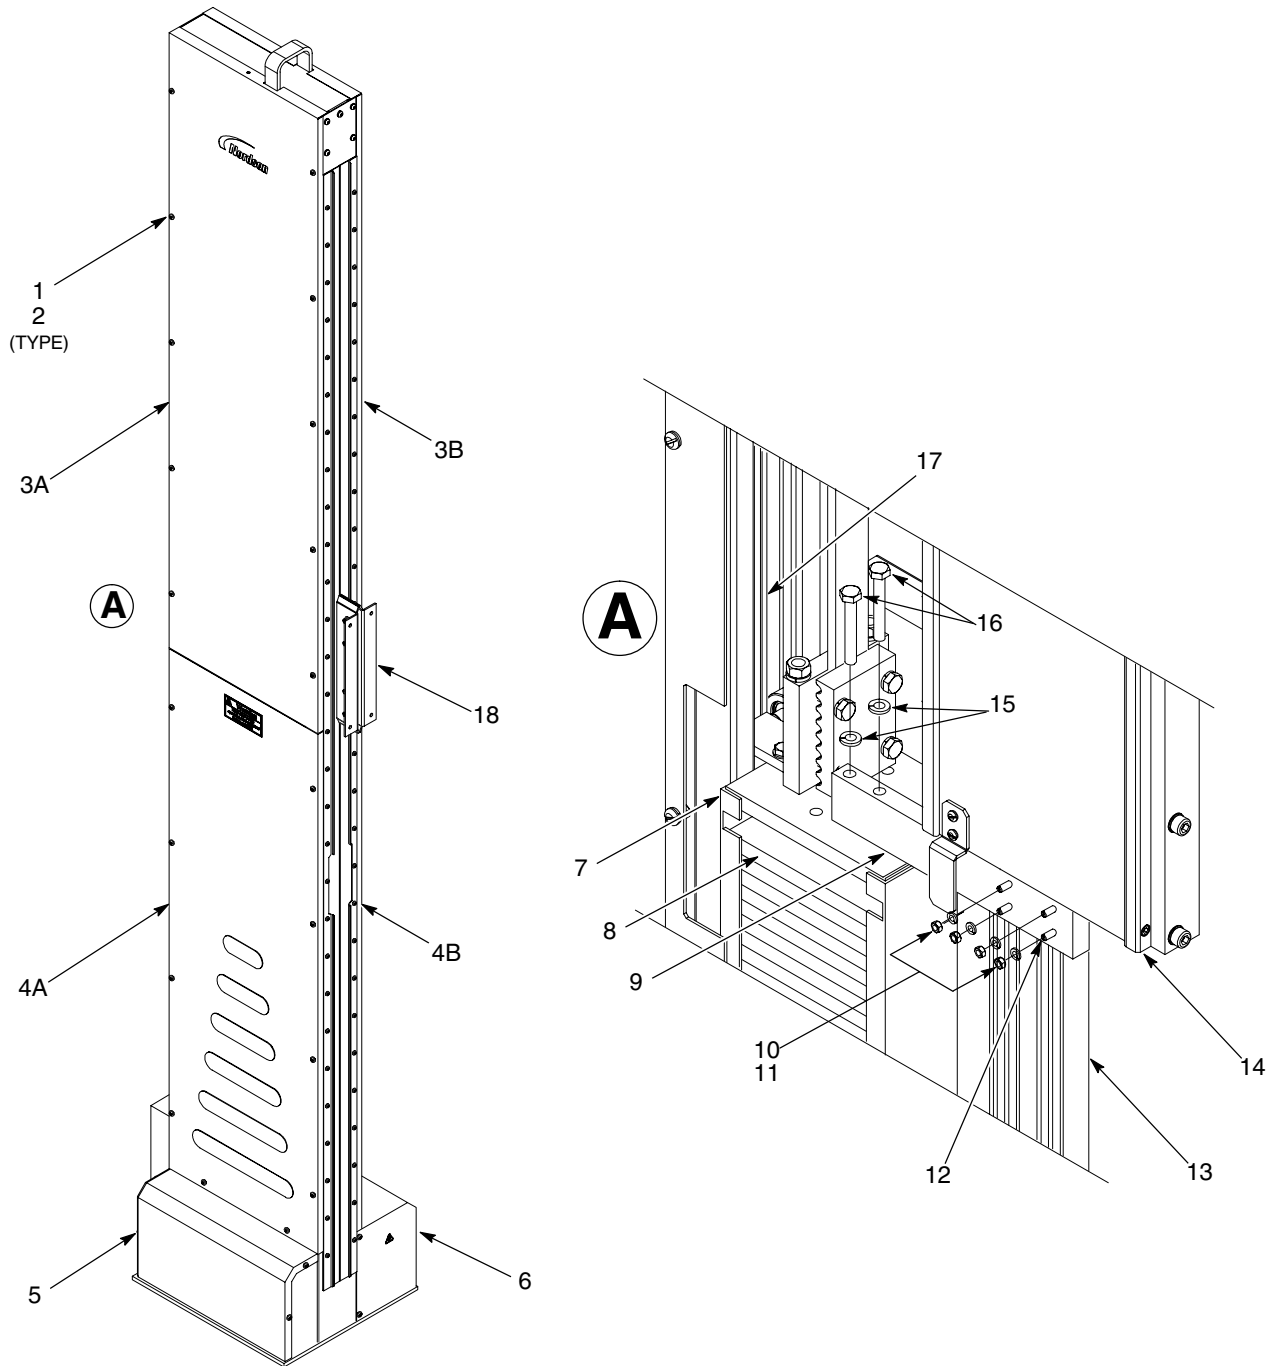
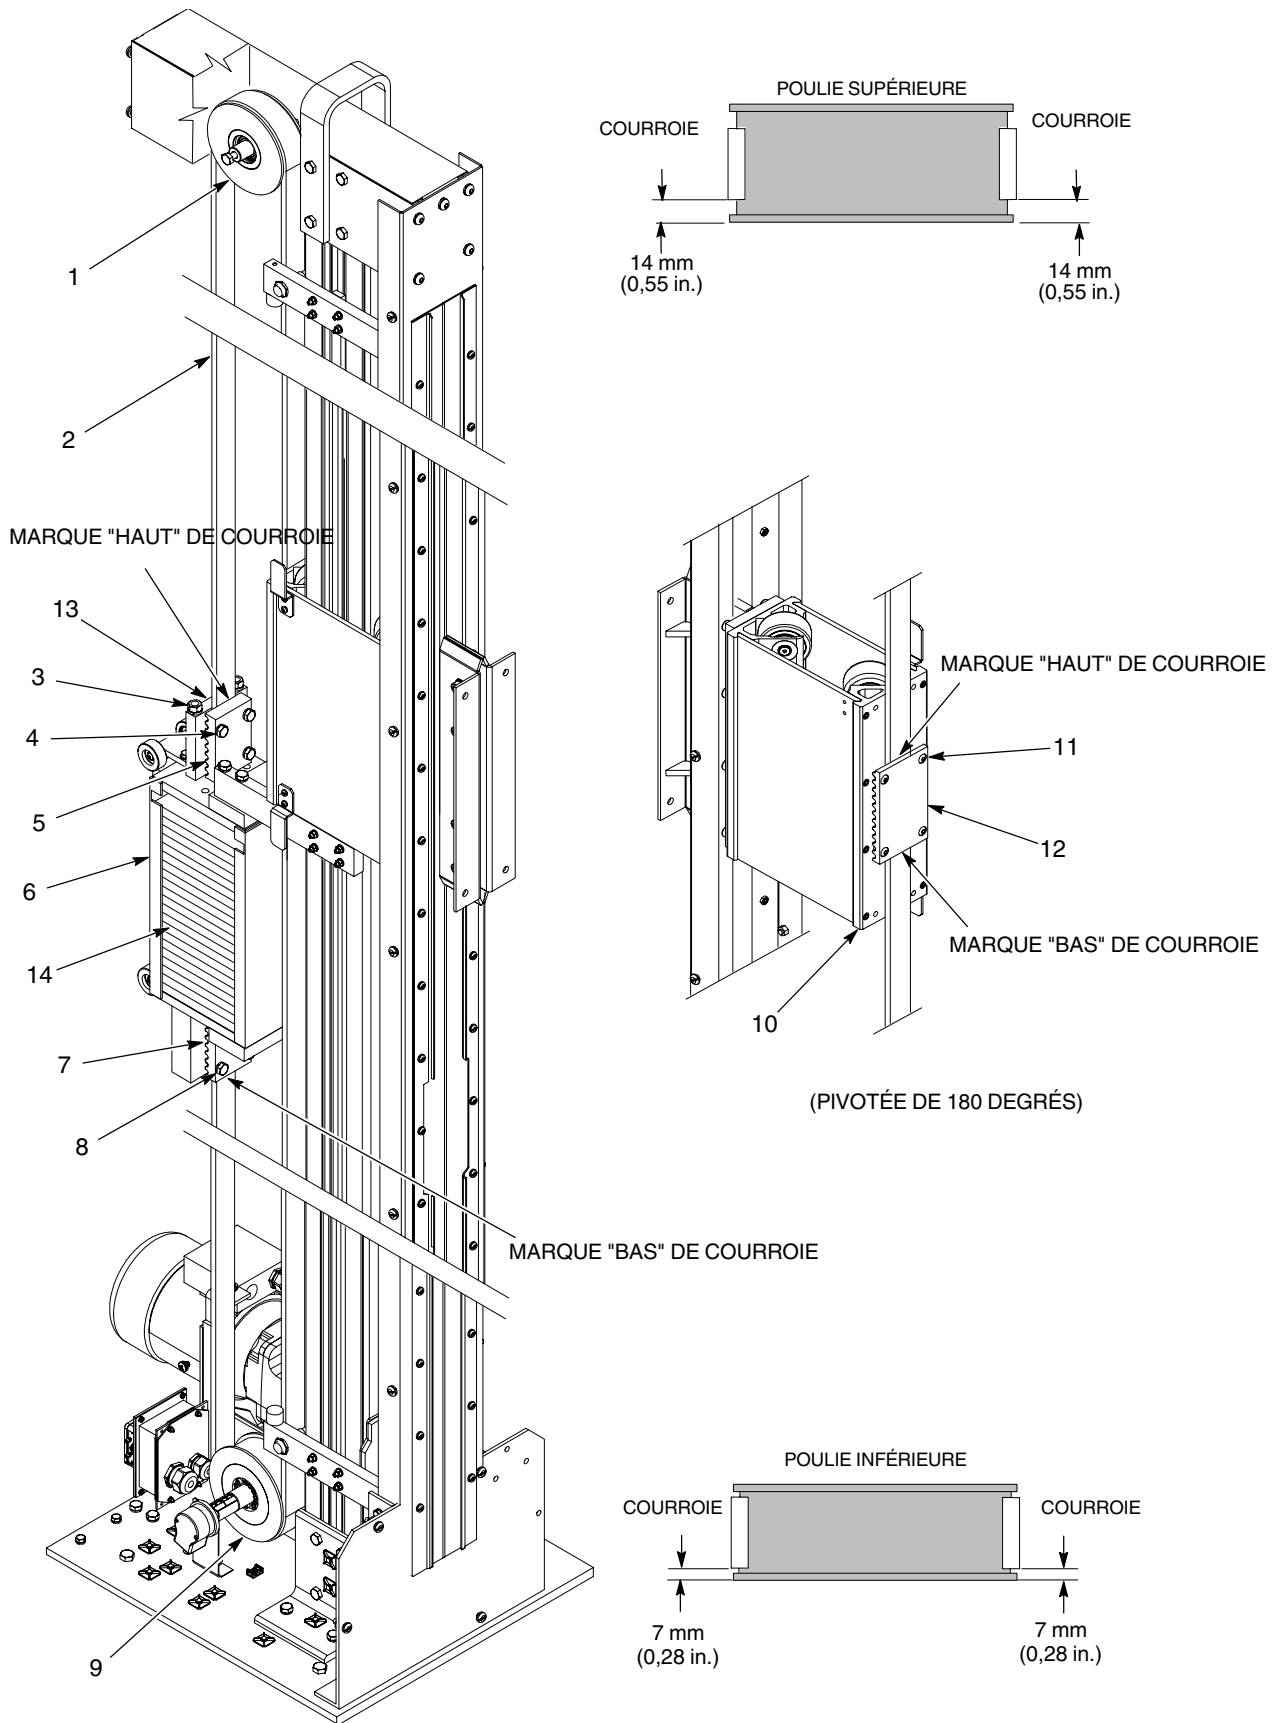
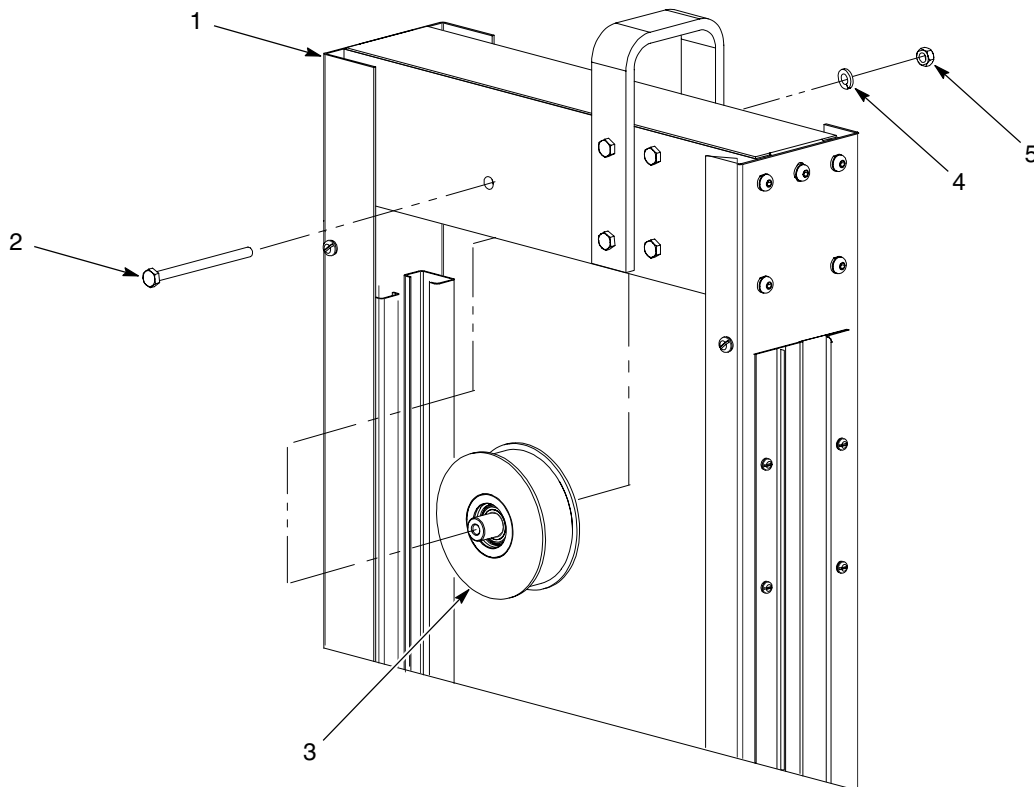
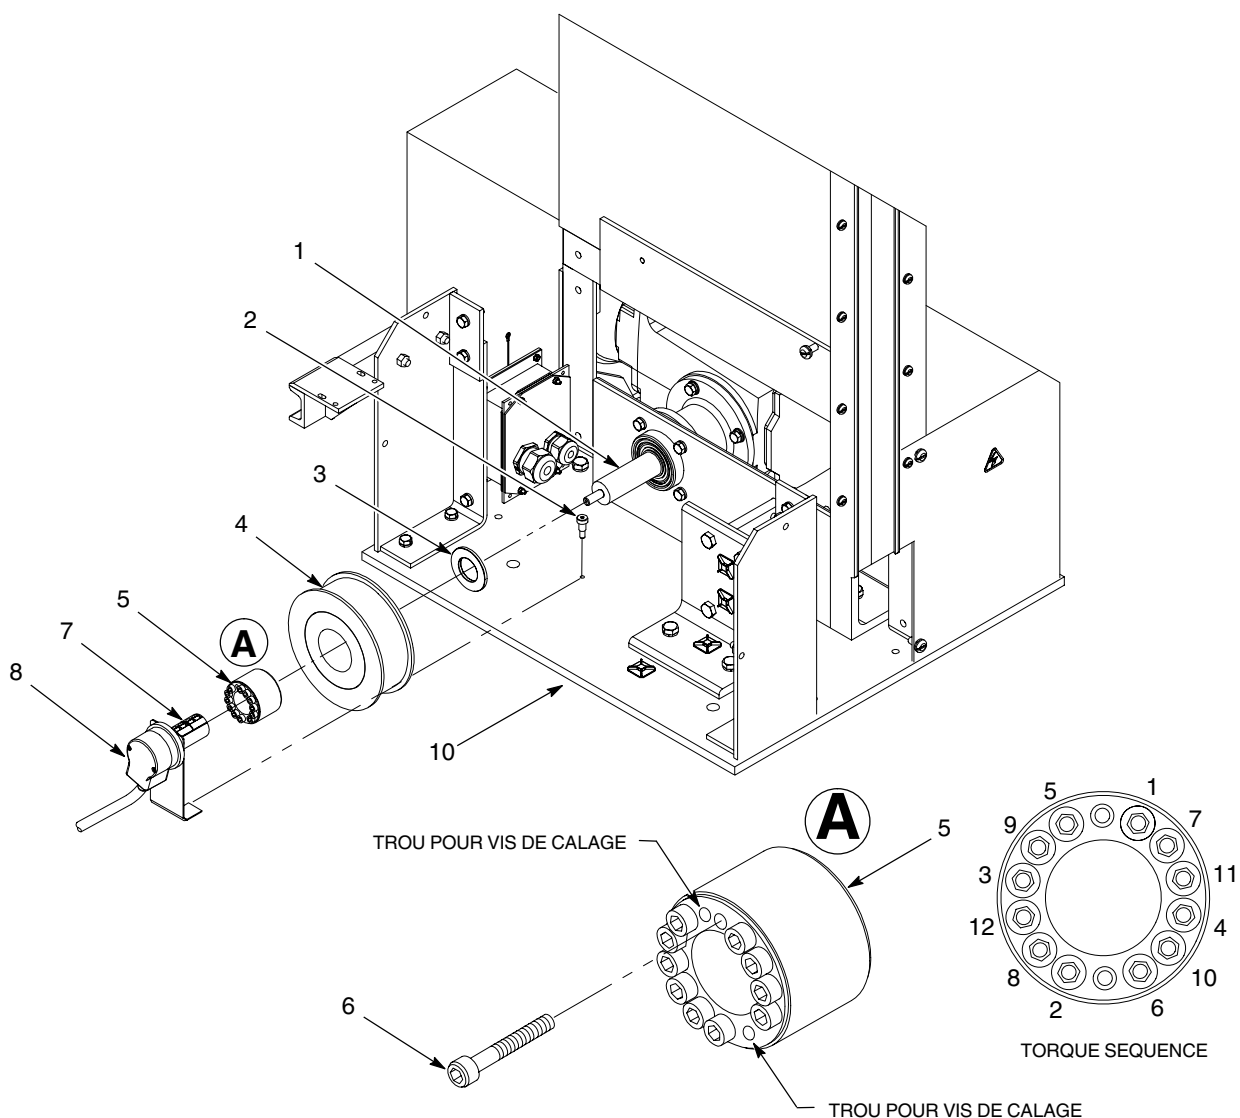

Fig. 8 Blocage du chariot à pistolet et de la cage à contrepoids
Fig. 9 Remplacement de la courroie
Fig. 11 Remplacement de la poulie supérieure
Fig. 12 Remplacement de la poulie inférieure
2. Voir la figure 8. Retirer les vis (1) et les rondelles (2) qui fixent les panneaux d'accès latéraux (3A, 4A) du côté codeur du mécanisme de va-et-vient ainsi que le capot du codeur (5). Pour une réparation de la poulie supérieure ou des rouleaux du chariot à pistolet, déposer les panneaux d'accès (3B, 4B) du côté du moteur (6).
- a. Déplacer manuellement le chariot à pistolet (14) jusqu'à ce que la surface soit positionnée légèrement au-dessus de la cage à contrepoids (7).
- b. Glisser les boulons pour rainure en T (12) par l'arrière du bras de verrouillage (9). Monter le bras de verrouillage sur la cage à contrepoids (7) à l'aide des rondelles frein (15) et des vis (16). Serrer fermement les vis.
- c. Déplacer manuellement le chariot à pistolet (14) vers le bas jusqu'à ce qu'il entre en contact avec le dessus du bras de verrouillage (9).
- d. Insérer les boulons pour rainure en T (12) dans la piste du chariot à pistolet (13). Poser les rondelles frein (11) et les écrous (10) sur les boulons pour rainure en T. Serrer fermement les écrous.
4. Repérer la position du chariot à pistolet sur la piste du chariot à pistolet (13).
5. Repérer la position de la cage à contrepoids sur la piste de la cage à contrepoids (17).
2. Voir la figure 9. Marquer la courroie comme suit :
- a. Tracer une ligne sur l'élément de retenue supérieur de la courroie (5) et marquer le HAUT de la courroie.
- b. Tracer une ligne sur l'élément de retenue inférieur de la courroie (7) et marquer le BAS de la courroie.
- c. Tracer deux lignes en haut et en bas de la pince de l'élément de retenue du chariot à pistolet (12) et marquer le HAUT et le BAS de la courroie.
3. Desserrer les écrous tendeurs (3) sur le dessus de l'élément de retenue de la courroie (13) de la poulie.
4. Desserrer les vis (11) qui fixent l'élément de retenue de la pince à courroie (12) au chariot à pistolet (10).
- a. Desserrer les vis (8) qui fixent la courroie (2) à l'élément de retenue inférieur de la courroie (7).
- b. Desserrer les vis (4) qui fixent la courroie à l'élément de retenue supérieur de la courroie (5).
- c. Retirer la courroie (2) de ses éléments de retenue.
6. Retirer la courroie (2) des poulies (1, 9). Retirer la courroie d'entre le chariot à pistolet (10) et l'élément de retenue de la pince à courroie (12).
2. Voir la figure 9. Effectuer les opérations suivantes :
- a. Insérer la courroie (2) dans l'élément de retenue de la courroie (7) inférieur de la cage à contrepoids.
- b. S'assurer que la courroie est centrée des deux côtés et vient en prise avec la 8ème dent de l'élément de retenue. S'assurer que la courroie s'étend au-dessus du bord supérieur de l'élément de retenue de courroie du bas. Serrer les vis (4) à 20 N•m (180 in.-lb).
3. Faire passer la courroie (2) autour de la poulie inférieure (9), entre le chariot à pistolet (10) et l'élément de retenue de courroie (12) de la cage à contrepoids et autour de la poulie supérieure (1).
- a. Desserrer les écrous tendeurs (3) sur le dessus de la cage à contrepoids (6) jusqu'à ce qu'ils soient à fleur avec le dessus des tiges filetées.
- b. Insérer la courroie (2) dans l'élément de retenue de la courroie (5) supérieur de la cage à contrepoids.
- c. S'assurer que la courroie (2) est centrée des deux côtés et vient en prise avec la 8ème dent de l'élément de retenue (5). S'assurer que la courroie ne s'étend pas au-dessous du bord inférieur de l'élément de retenue de courroie. Serrer les vis (4) à 20 N•m (180 in.-lb).
- d. S'assurer que la courroie est centrée des deux côtés sur les poulies supérieure et inférieure comme illustré dans la figure 9. La courroie est centrée lorsque la distance entre le côté de la poulie et le bord de la courroie est la même des deux côtés.
6. S'assurer que la courroie est centrée des deux côtés dans l'élément de retenue (12) à l'arrière du chariot à pistolet (10). Serrer les vis (11) de retenue de la pince à courroie à 14 N•m (120 in.-lb).
7. Voir la figure 8. Retirer les écrous (11) et les rondelles frein (6) des boulons pour rainure en T (12).
8. Retirer les vis (16) et les rondelles (15) qui fixent le bras de verrouillage (9) à la cage à contrepoids (7).
2. Voir la figure 9. Desserrer les écrous tendeurs (3) sur le dessus de l'élément de retenue de la courroie (13) de la poulie.
3. Desserrer les vis (11) qui fixent l'élément de retenue de la pince à courroie (12) au chariot à pistolet (10).